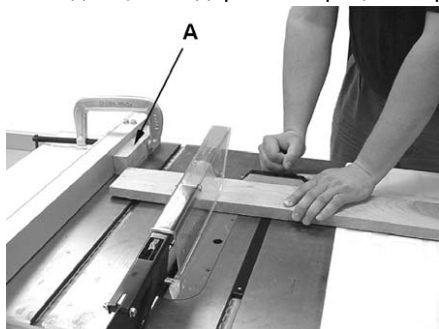

Рис. 36
- Не используйте упор для распила под углом 45 градусов и параллельный упор в одной и той же операции, если к параллельному упору не прикреплен накладкой, чтобы позволить торцованной части заготовки прибывать в свободном перемещении, при торцевании следующей части (см. рис. 36).
Торцевание никогда не должно делаться руками, и при этом продольный упор не должен использоваться как стопор на линейке распила, если к нему не приспособлен дополнительно брусочек (А, рис. 36) для того, чтоб отпиленная часть детали прибывала свободной, не задерживая процесс торцевания.